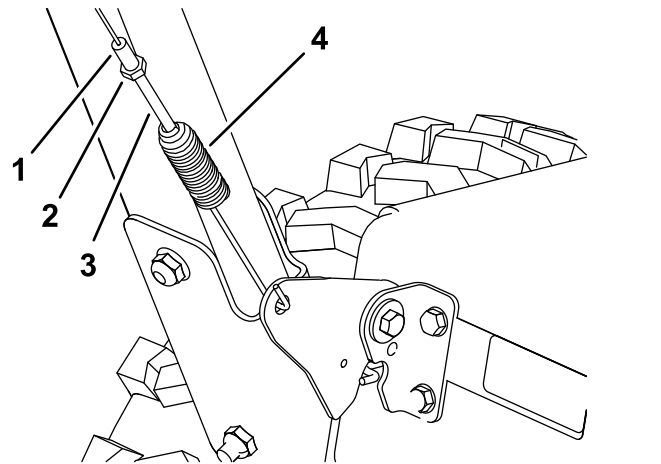
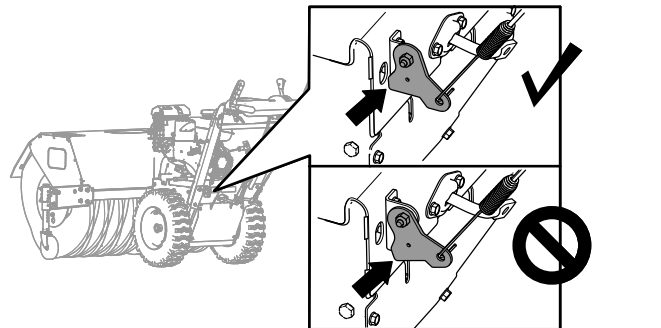

Figura 34
Figura 35
- Afloje la contratuerca (Figura 34).
- Gire el ajustador de tensión del muelle hasta que el cable esté tensado (Figura 34) y la parte inferior del soporte toque la placa superior de la máquina (Figura 35).
- Apriete la contratuerca (Figura 34).